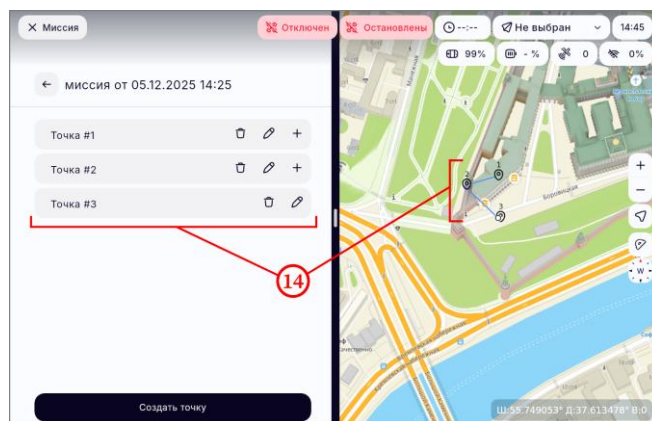

Рисунок 51
- убедиться, что три точки миссии отображаются на карте местности и в составе миссии (рисунок 51, шаг 14);